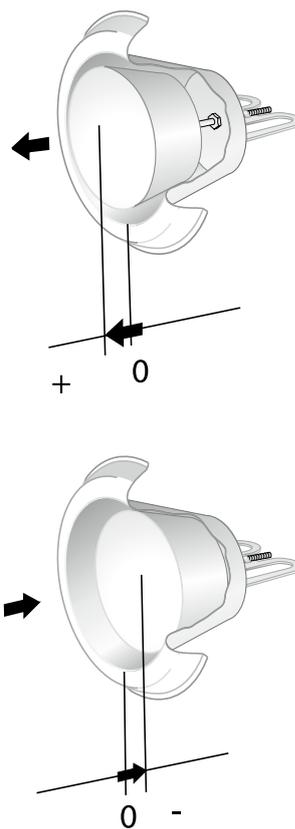

Figure 2. Mise en service.
L'équilibrage du diffuseur se fait par mesure de la pression ou du débit d'air. La pression se mesure à l'aide d'un « crochet dynamométrique », et le débit d'air à l'aide d'un débitmètre. Voir Figure 2.
- Le niveau sonore en dB(A) s'applique à des locaux ayant une surface d'absorption équivalente de 10 m².
- La valeur de correction de la bande d'octave K_{OK} indique le point zéro du cône selon la figure 2.